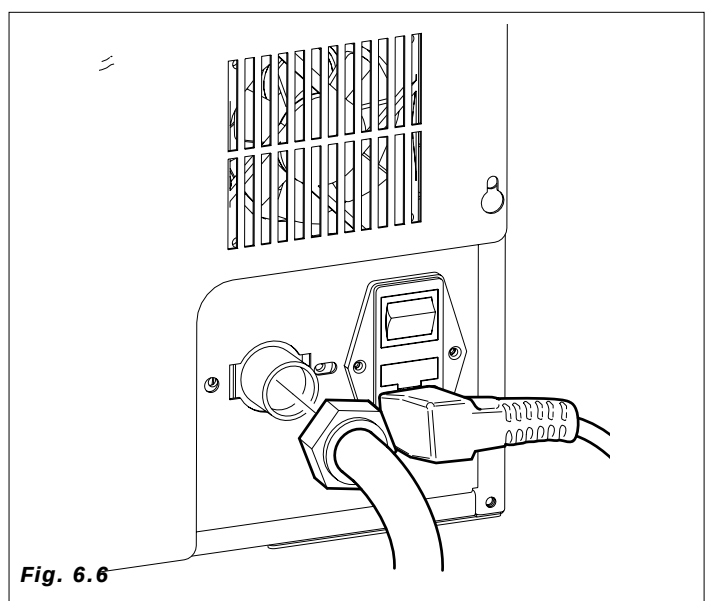

Fig. 6.6
- la conexión prevista es de 3/4 macho (Fig. 6.6).